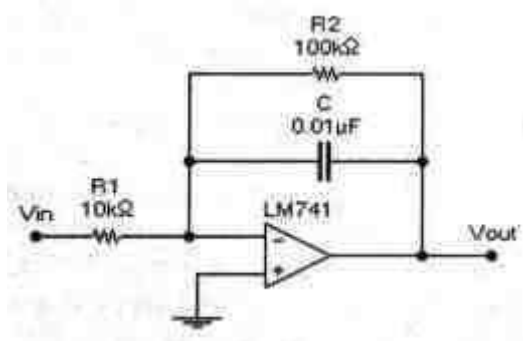

Рисунок 8.2
Недостатком этой схемы является дрейф выходного напряжения, обусловленный напряжением смещения и входными токами ОУ. Это нежелательное явление можно ослабить, если к конденсатору С подключить резистор R2 с большим сопротивлением (рис. 8.2), обеспечивающий стабилизацию рабочей точки за счет обратной связи по постоянному току. Резистор обратной связи R2 предотвращает также насыщение ОУ
**Эксперимент 1.** Переходный процесс в схеме интегратора. Откройте файл c11\_018 со схемой, изображенной на рис. 8.2. Включите схему. Зарисуйте осциллограммы входного и выходного напряжения схемы при подаче на вход напряжения в виде последовательности прямоугольных импульсов в разделе "Результаты экспериментов". Измерьте амплитуду входного напряжения и определите по осциллограмме скорость изменения выходного напряжения. Для установившегося процесса измерьте амплитуду выходного напряжения. Результаты запишите в раздел "Результаты экспериментов".
- Какую роль играет сопротивление  $R_2$ , подключенное параллельно конденсатору в схеме на рис. 8.2?
- Является ли схема рис. 8.2 идеальным интегратором входного напряжения?
- От параметров каких компонентов схемы рис. 8.2 зависит точность интегрирования входного напряжения?
- От параметров каких компонентов схемы рис. 8.2 зависит скорость изменения выходного напряжения при подаче на вход скачка напряжения?
- Выведите соотношение между входным и выходным напряжением для схемы рис. 8.2.